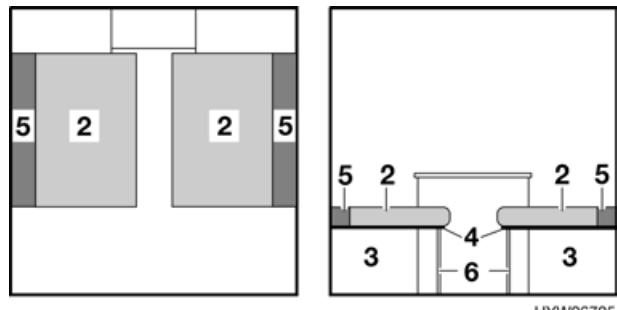

Fig. 47 Dopo la trasformazione
- Aprire i puntelli del telaio portamaterasso (Fig. 47,6).
- Tirare i cuscini del divano (Fig. 47,2) verso il centro.
- Posizionare i cuscini aggiuntivi (Fig. 47,5) tra i cuscini del divano (Fig. 47,2) e la parete esterna.